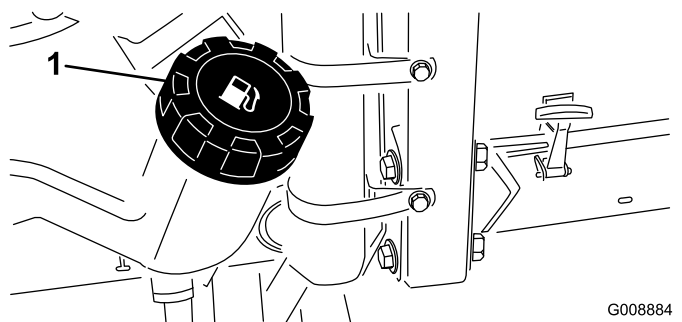

Figura 28
2. Limpie la zona alrededor del tapón del depósito de combustible (Figura 28).